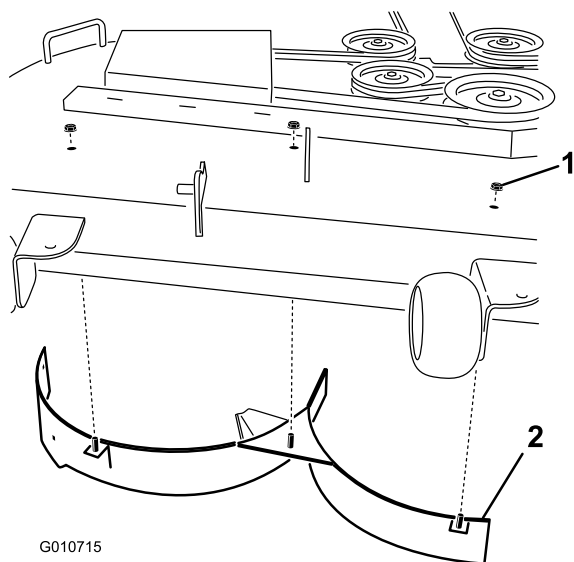

Figure 8
8. Montez le déflecteur droit sur le tablier de coupe comme illustré à la Figure 8. Fixez les ergots soudés du déflecteur droit sur le dessus du tablier de coupe, au centre, à droite du centre et droite, à l'aide de trois contre-écrous (5/16 pouce). Serrez les fixations à la main.